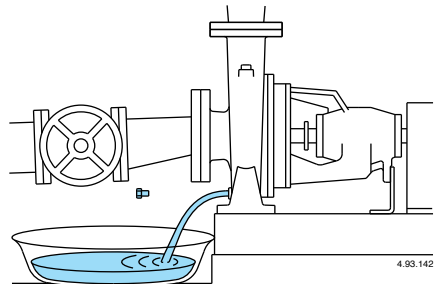

Fig. 9 Auffüllung.
**Wird die Pumpe nicht eingesetzt, so muß sie bei Frostgefahr vollständig entleert werden (Abb. 9).**